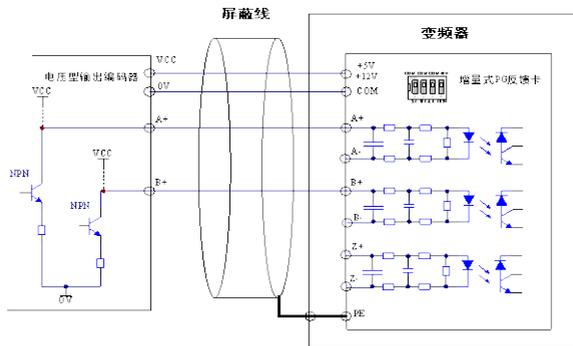
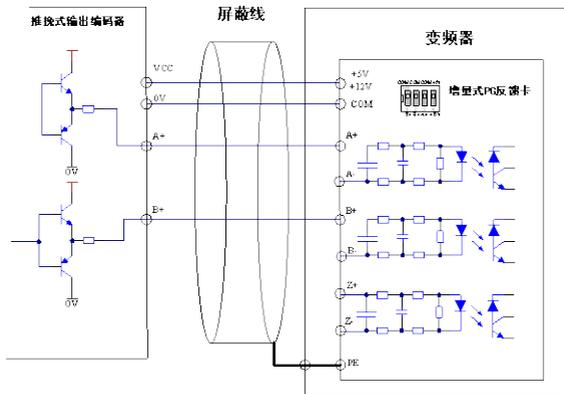
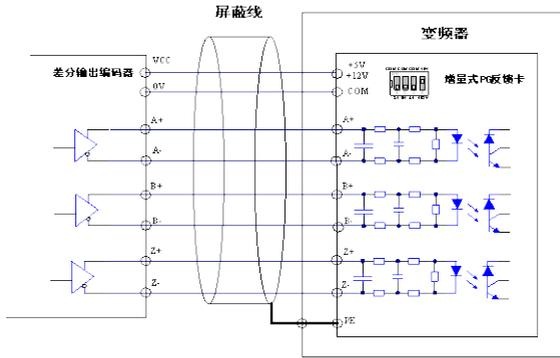

图 3.19 电压型输出编码器接线图
图 3.20 推挽式输出编码器接线图
图 3.21 差分输出编码器接线图
(2) 编码器信号线的连接方式, 要与 PG 的型号相对应。电压型输出、推挽式输出、差分输出和旋变输出编码器的接线图, 分别为如图 3.19、图 3.20、图 3.21 和 3.22 所示。